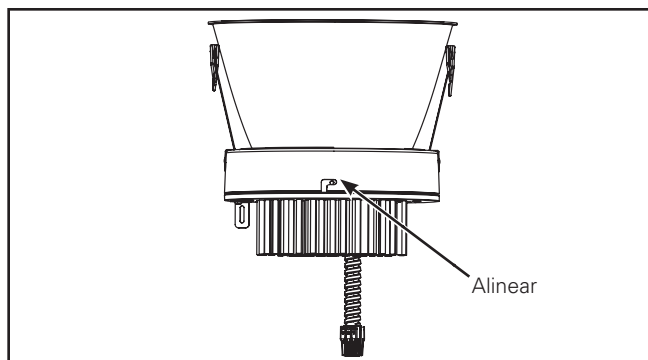

Figura 4.
3. Inserte el motor de la luminaria LED en la moldura inferior. Alinee las ranuras de la moldura con los orificios para los tornillos del motor (Figura 4.).